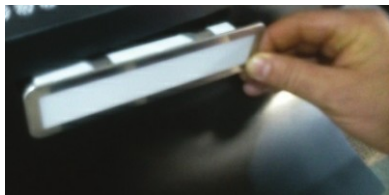

Рис. 4
2. Потяните LED плафон на себя и извлеките его из разъема (**Рис. 4**).